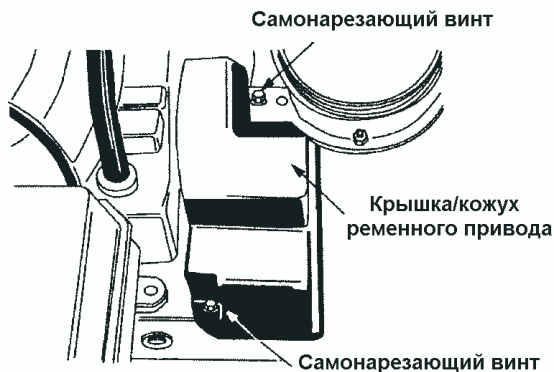

Рисунок 12
2. Снимите пластиковую крышку/кожух ременного привода спереди двигателя, вынув самонарезающие винты. Смотрите рисунок 12